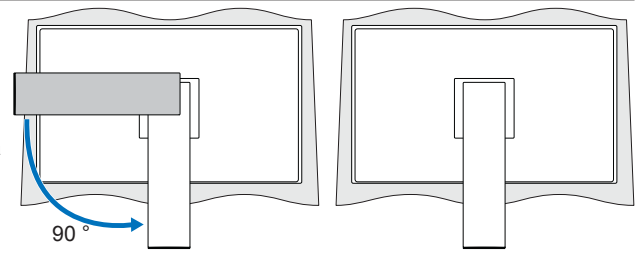

Figure 1
1. Placez le moniteur face vers le bas sur une surface non abrasive (Figure 1).
2. Faites tourner le support de 90 degrés, comme illustré par la Figure 1.